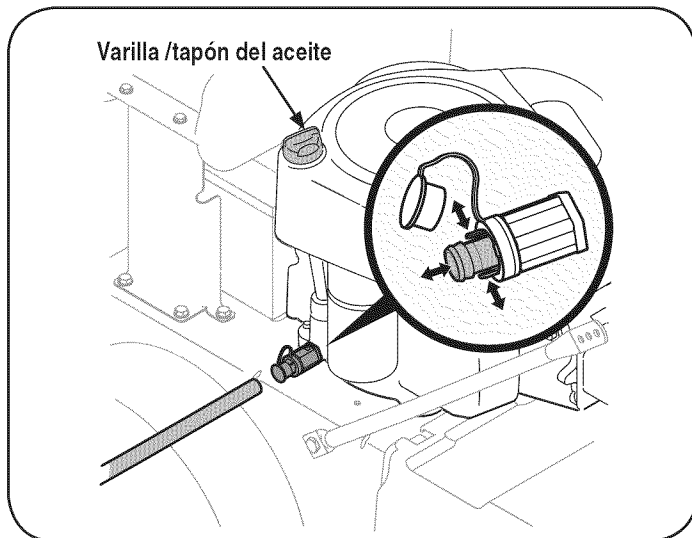

Figura 14
4. Abra el tapón protector en el extremo de la válvula de drenaje de aceite para dejar expuesto el orificio de drenaje. Vea la Figura 14.